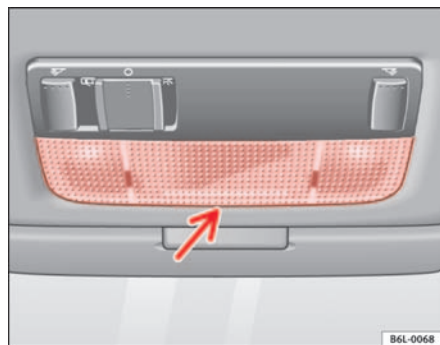

Fig. 159 Lampe de lecture avant
- Introduisez un tournevis fin dans sa partie plate entre la carcasce et le verre ⇒ fig. 159.